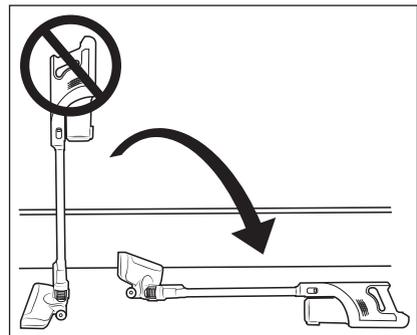

Abb. 9
- ▶ Versuchen Sie nicht den Staubsauger aufrecht hinzustellen, wenn Sie ihn zwischenzeitlich abstellen oder aus der Hand legen wollen. Setzen Sie den Staubsauger dafür in die Wandhalterung 18 oder legen Sie ihn auf den Boden (siehe Abb. 9 und 10). Der Staubsauger kann ansonsten aufgrund seines hohen Schwerpunkts umkippen und beschädigt werden und unter Umständen beim Umkippen weitere Gegenstände beschädigen.